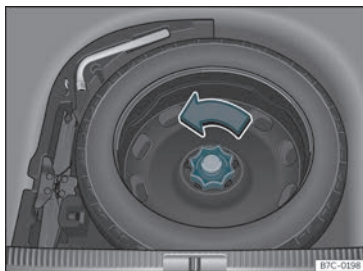

Fig. 227 Nel bagagliaio: piano di carico sollevato.
- Girare la manopola in senso antiorario »» fig. 227.